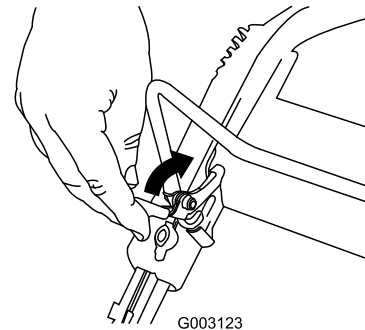

Figure 15
Pour arrêter le moteur, appuyez sur le bouton d'arrêt du moteur (Figure 15) jusqu'à l'arrêt du moteur.
1. Tirez le verrou de la barre de commande en arrière (Figure 15).